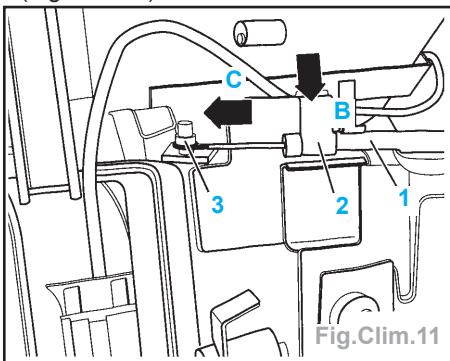

Fig.Clim.11
- Séparer le servomoteur (2) du levier de recyclage.
- Emboîter le servomoteur (2) dans le levier.
- Visser la vis de fixation (3).
- Fixer l'extrémité du câble d'actionnement (1) au levier du volet de la zone du repose-pieds / dégivrage (3) (Fig.Clim.11).
- Régler le câble d'actionnement (voir Fig.Clim.11)